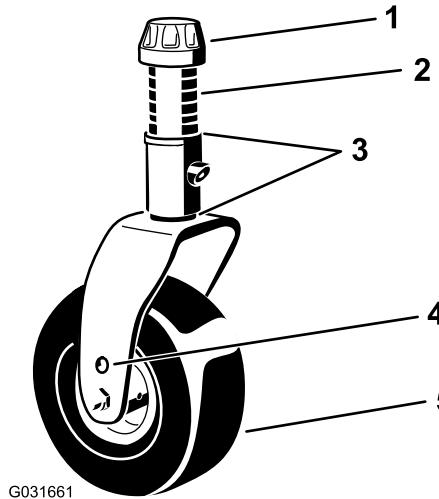
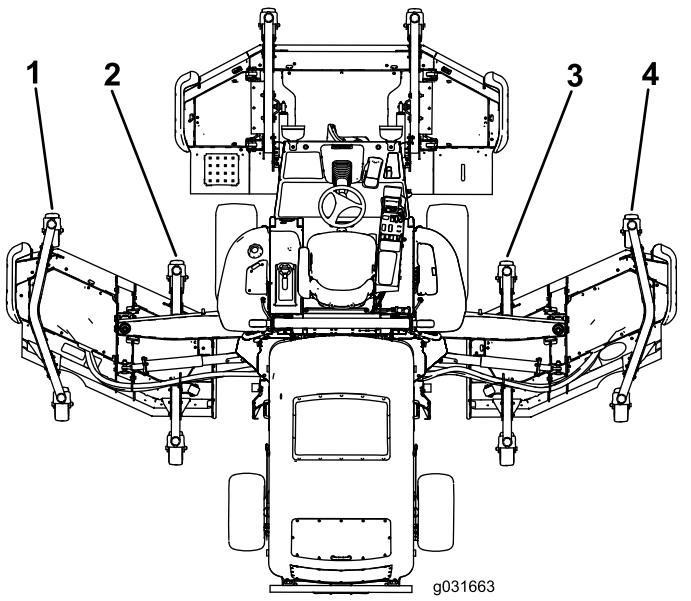

Figure 28
Figure 29
- Si le bord intérieur de l'unité de coupe latérale est trop élevé par rapport au bord extérieur de l'unité de coupe avant, retirez une cale au bas du bras de la roue pivotante intérieure avant de l'unité de coupe latérale (Figure 28 et Figure 29).
6. Si le bord intérieur est encore trop élevé, retirez une cale supplémentaire au bas du bras pivotant intérieur avant et une cale du bras pivotant extérieur avant de l'unité de coupe latérale (Figure 28 et Figure 29).
7. Si le bord intérieur de l'unité de coupe latérale est trop bas par rapport au bord extérieur de l'unité de coupe avant, ajoutez une cale de 3 mm (1/8 po) au bas du bras pivotant intérieur avant de l'unité latérale (Figure 28 et Figure 29).